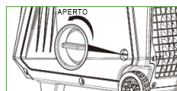

Fig.1
- Allentare la manopola del coperchio esterno sul lato destro e rimuovere il coperchio. (Fig. 1)